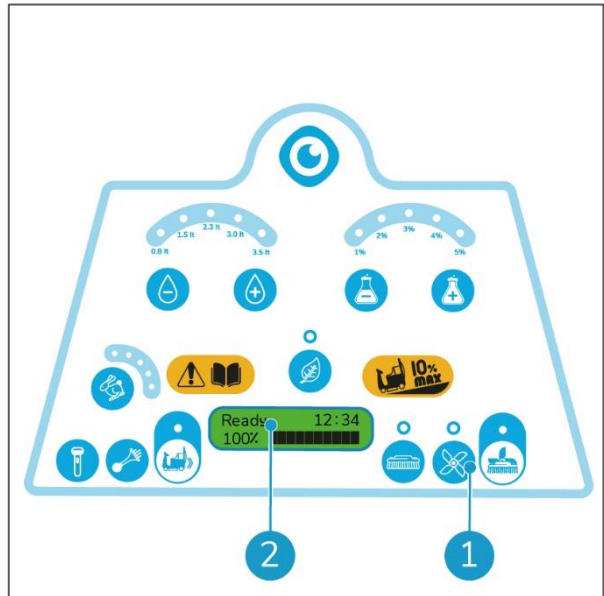

Figura 32
2. Girare la chiave di accensione in posizione "I". Dopo alcuni secondi sullo schermo compare la scritta "Pronto" (Figura 32, pos 2).
3. Premere il pulsante (Figura 32, pos 1). Il tergipavimento si sposta nella posizione più bassa.
10. Dopo alcuni secondi sullo schermo compare la scritta "Pronto" (Figura 32, pos 2).